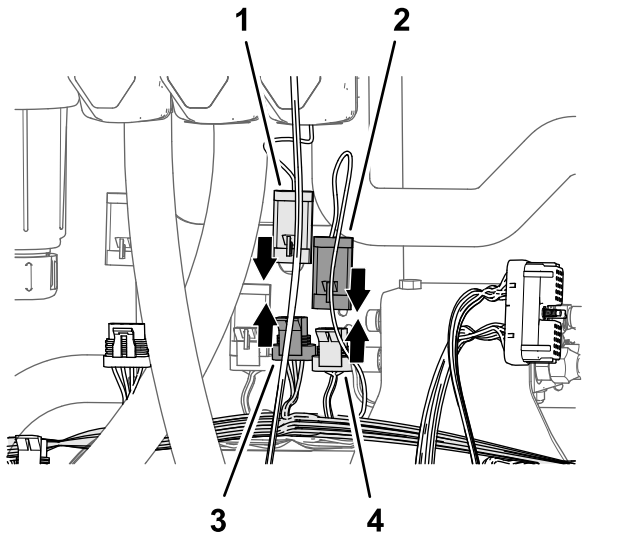

図 88
2. 89cm の枝線についている3ピンコネクタMASTER VALVEというラベルがついているものを車両のワイヤハーネスのMASTER SPRAY VALVEというラベルがついている3ソケットコネクタに接続する図 88。
3. マスタ散布バルブ用アクチュエータの3ピンコネクタを、89cm の枝線のMASTER VALVEというラベルの付いた3ソケットコネクタに接続する図 88。